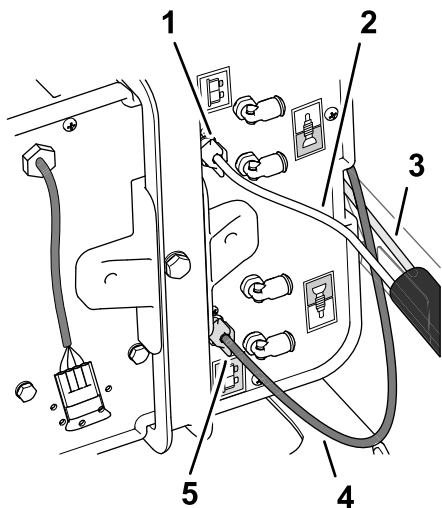

Figure 5
3. Acheminez l'extrémité libre du tube transparent de 92 cm du raccord sur le bouchon au raccord sur le côté du compresseur et fixez-le avec l'écrou à compression blanc (Figure 4 et Figure 5).
4. Retirez l'écrou à compression blanc et vissez-le sur le tube transparent de 92 cm (Figure 5).
5. Branchez le tube transparent muni de l'écrou à compression blanc au raccord sur le côté du compresseur, et serrez l'écrou à compression à la main (Figure 5).
6. Retirez l'écrou à compression bleu du raccord sur le côté du compresseur (Figure 5).
7. Placez l'écrou à compression bleu sur le tube bleu (Figure 5) des tubes de régulation de densité de la mousse de 4,9 m.
8. Montez le tube bleu muni de l'écrou à compression bleu sur le raccord sur le côté du compresseur, et serrez l'écrou à compression à la main (Figure 5).